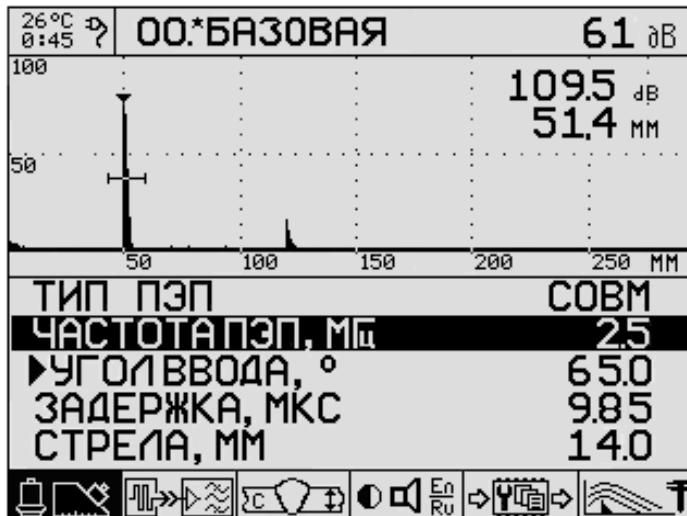

Рисунок 5.12 - Значения усиления в дБ, амплитуды импульса в дБ и пути по лучу в мм
5.5.16 Нажмите « MENU» для входа в режим настройки. В верхнем правом угле будут отображаться (сверху вниз) значения усиления в дБ, амплитуды импульса в дБ и пути по лучу в мм (рис. 5.12).
5.8.3 Кнопками RANGE выберите пиктограмму  «параметры ОК и вспомогательные настройки». Кнопками LEVEL выберите «СКОРОСТЬ, М/С». Кнопками PARAM измените скорость, чтобы расстояние по лучу (отображается в верхнем правом углу, третьим числом сверху, аналогично рис. 5.12) было равно r . При этом ПЭП должен оставаться в месте получения максимального сигнала от отверстия согласно п.5.7.13.